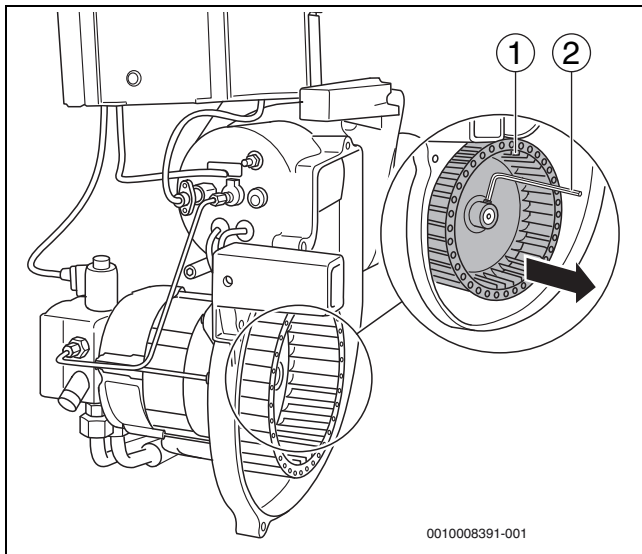

Bild 31 Gebälserad prüfen, gegebenenfalls reinigen
- ▶ Gebälserad (→ Bild 31, [1]) mit einem Innensechskantschlüssel (→ Bild 31, [2]) lösen und von der Welle ziehen.
- ▶ Gebälserad (→ Bild 31, [1]) wieder montieren.